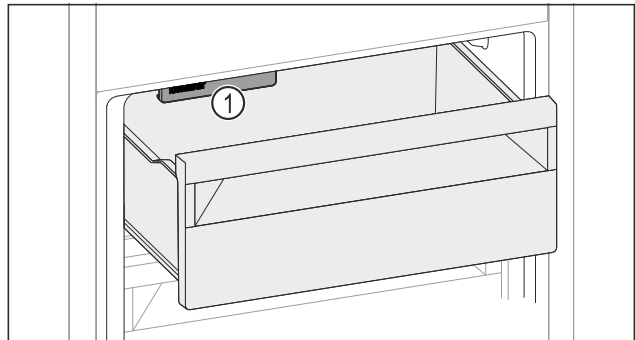

Fig. 111
- ▶ Слідкувати за функцією IceMaker Fig. 111 (1).